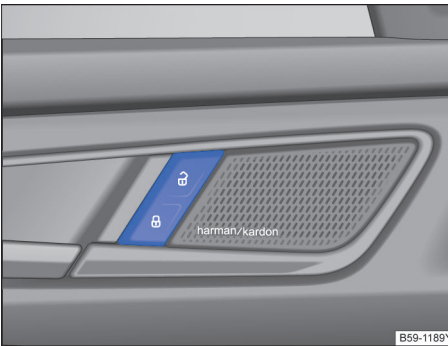

图 53 驾驶员侧车门内：中央门锁按钮
如短时间内反复按压汽车钥匙上的按钮→图 47 或中央门锁某个按钮→图 53，则中央门锁系统将暂时关闭，防止系统过载。然后汽车处于解锁状态约 30 秒钟。在此期间，若未打开车门或行李厢盖，随后汽车将自动闭锁。
按压按钮→图 53：
- 按压  按钮→图 53